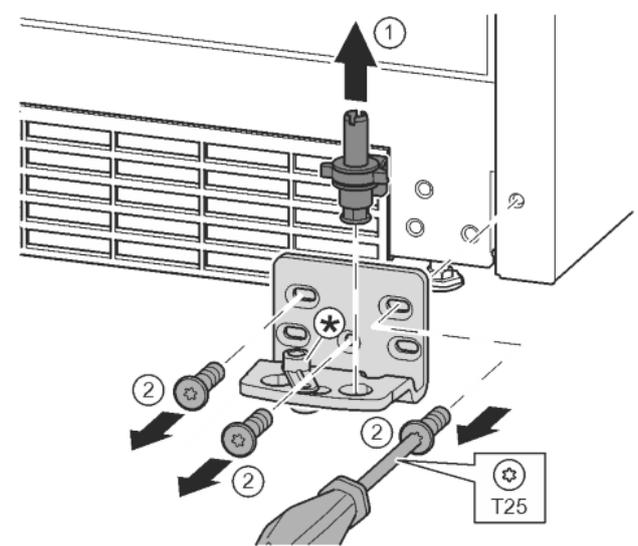

Fig. 15
- ▶ Ložiskový čap vytiahnite úplne nahor. Fig. 15 (1)
- ▶ Skrutky vyskrutkujte skrutkovačom T25 a odnímte ložiskovú konzolu. Fig. 15 (2)